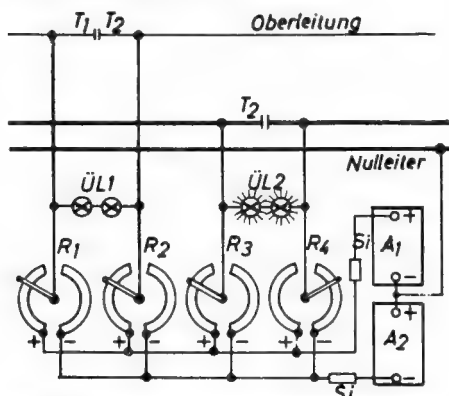

Abb. 2. Nulleiter-Schaltung bei Zweischienen-Gleichstrombetrieb.
Die Schaltung wurde auch noch für das Zweischienensystem weiterentwickelt und das entsprechende Schaltbild zeigt die Abb. 2. Das Prinzip ist das gleiche geblie- ben, nur daß Fahrtrichtungsschalter und Fahrregler zu je einer Einheit, den soge- nannten Fahrtrichtsreglern, zusammenge- faßt wurden. Außerdem bildet jetzt nur eine der beiden Fahrschienen den Nulleiter, während die andere zur sogenannten Span- nungs-Schiene wird. — Die notwendigen „Spezialregler“ kann man sich sehr leicht aus den handelsüblichen Reglern (Fa. Radio- Art, Berlin-Neukölln 1, Karl Marxstr. 27) herstellen: Man verwendet 100 Ohm-Dreh- widerstände mit einer Belastbarkeit von min- destens 75 (1) Watt (Bestellnummer 250020 b) und teilt sie in der Mitte der Wicklung in zwei Hälften, indem man den Draht an einer Stelle trennt und nach rechts und links soviel Windungen abwickelt, bis der Schlei- fer in der Mittelstellung keinen Kontakt mehr mit beiden Wicklungshälften hat. Die freien Drahtenden klebt man dann auf der Innenseite des Widerstandskörpers fest.